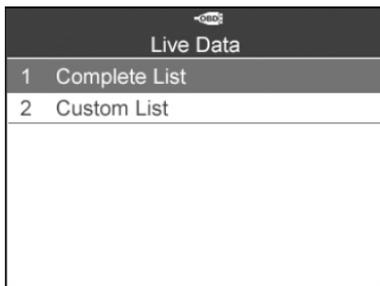

Figura 6.9
- 1) Per visualizzare l'insieme complessivo dei dati, utilizzare il pulsante di scorrimento **SU/GIÙ** per selezionare **Elenco completo** da **Dati dal vivo** e premere il pulsante **S**. (Figura 6.9)
- 1) Per visualizzare i dati PID personalizzati, utilizzare il pulsante di scorrimento **SU/GIÙ** per selezionare **Elenco personalizzato** da **Dati dal vivo** e premere il pulsante **S**. (Figura 6.9)